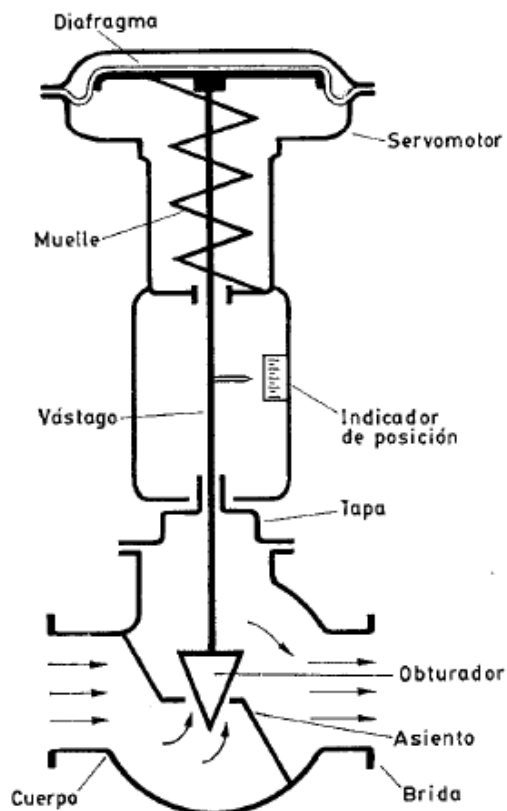

Figura 37. Cuerpo de la Válvula [4]
- **Válvula electro-neumática de caudal.** En el control automático de los procesos industriales, la válvula de control juega un papel muy importante en la regulación. Esta encargada de variar el caudal del líquido de control, el cual a su vez modifica el valor de la variable medida comportándose como un orificio de área continuamente variable. (Ver figura 37)